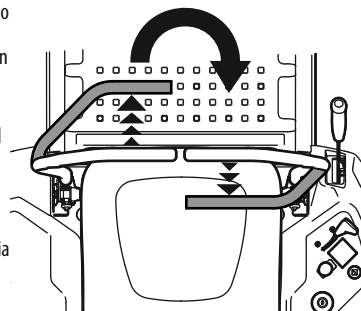

Figura 25
2. Para girar en el sentido de las agujas del reloj, mueva la palanca de control de la transmisión de la barra de seguridad izquierda hacia adelante mientras mueve simultáneamente la palanca de control de la transmisión de la barra de seguridad derecha hacia atrás. Consulte la Figura 25.